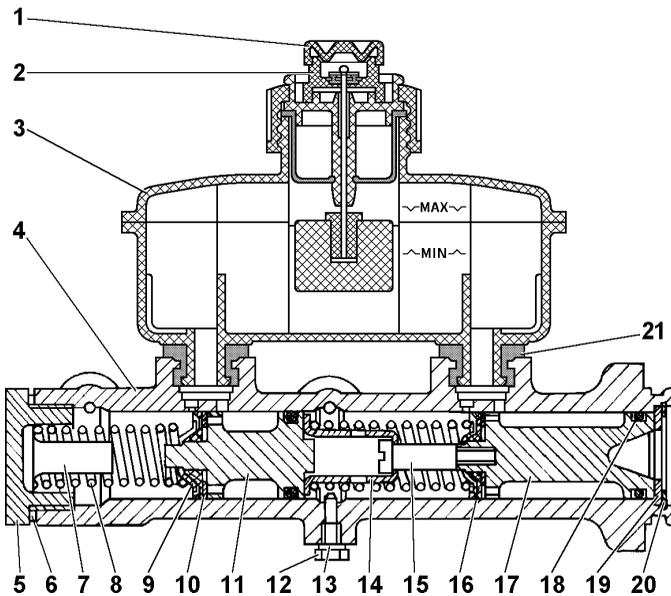

Рис. 7.12. Главный тормозной цилиндр:
**Двухкамерный главный цилиндр** (рис. 7.12) тормоза служит для одновременного создания давления в обоих контурах гидравлического привода тормозов при нажатии на педаль тормоза.
Уровень тормозной жидкости в бачке 3 (рис. 7.12) проверяется визуально по меткам, нанесенным на корпусе бачка, выполненного из полупрозрачной пластмассы. При снятой крышке 2 и новых накладках тормозных механизмов уровень жидкости должен быть на метке "MAX". Если гидропривод тормозов исправен, понижение уровня жидкости в бачке связано с износом накладок колодок тормозных механизмов. Понижение уровня жидкости до метки "MIN" косвенно свидетельствует об их предельном износе. В этом случае необходимо вести непосредственный контроль за состоянием накладок, а доливать жидкости в бачок нет необходимости, т.к. при установке новых колодок уровень жидкости в бачке поднимается до нормального.
Одновременно с проверкой уровня жидкости в бачке проверяйте исправность работы датчика аварийного уровня, для чего нажмите сверху на центральную часть защитного колпачка 1 (рис.7.12) (при включенном зажигании на щитке приборов должна загореться сигнальная лампа).